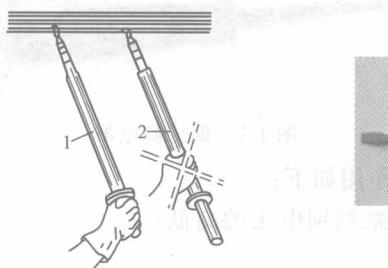

图 1-4 高压验电器的使用
4) 使用高压验电器测试时,必须戴上符合要求的绝缘手套;不可一个人单独测试,身旁必须有人监护;测试时要防止发生相间或对地短路事故;人体与带电体应保持足够的安全距离,10kV 高压的安全距离为 0.7m 以上。高压验电器使用如图 1-4 所示。